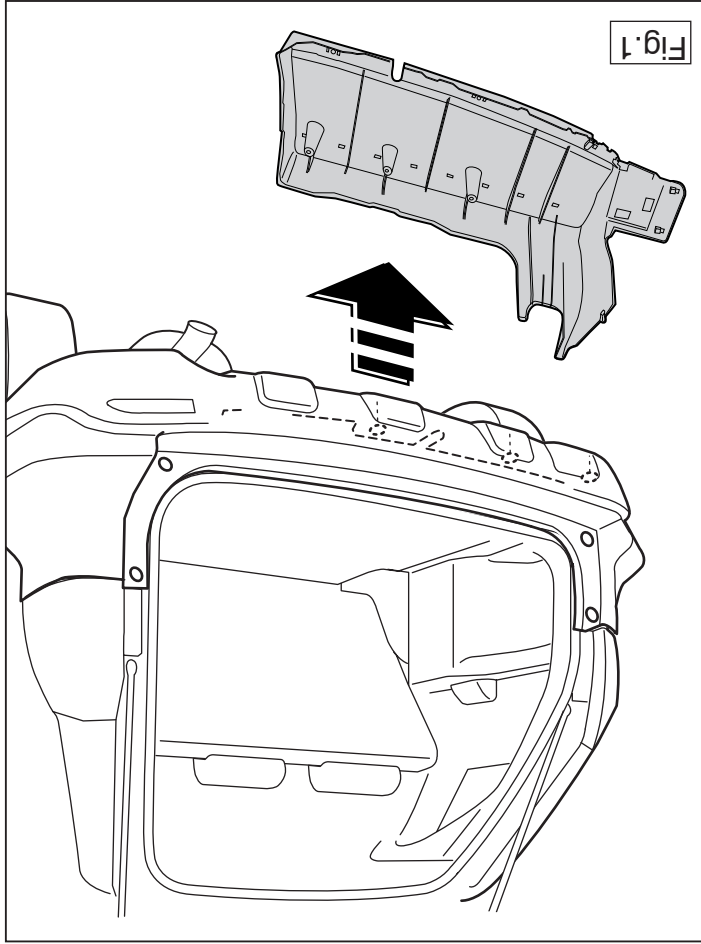

Fig. 1
1. Demonter kunststofbeskyttelseskapperne. Se fig. 1.
1. Zdemontować kołpaki zabezpieczające wykonane z tworzywa sztucznego. Patrz rysunek 1.